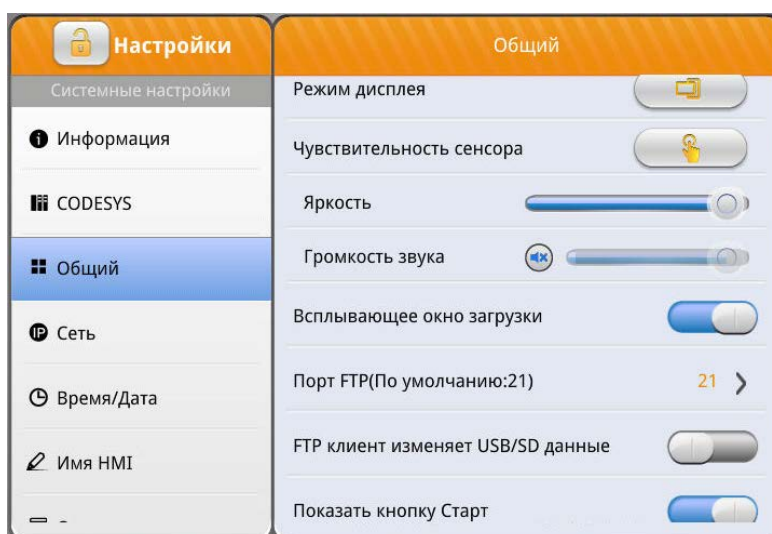

Рисунок 35 – Дополнительные возможности вкладки «Общий»
При авторизации в системные настройки появляются дополнительные возможности во вкладке «Общий» (рисунок 35).
- Общий (рисунок 35);